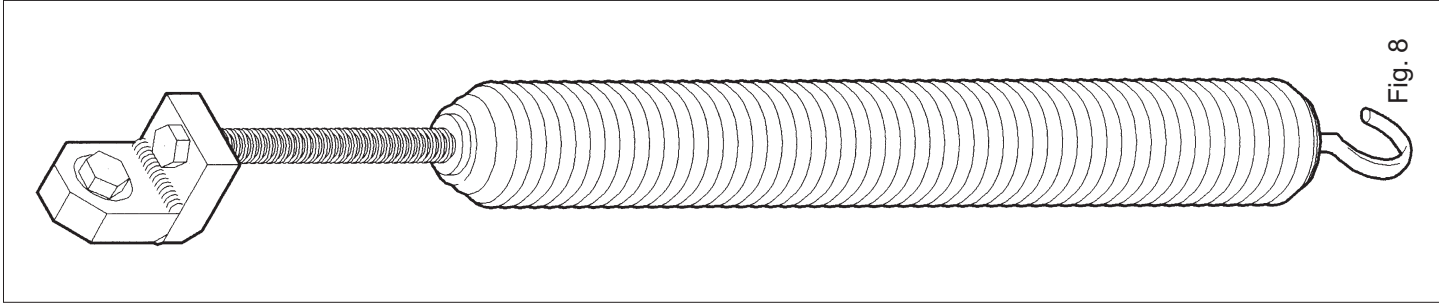

Fig. 8
- 4) Extraire le groupe ressort de la barrière et l'appuyer par terre (fig.8).
- 4) Extraer el grupo resorte de la barrera y apoyarlo en el suelo. (fig.8)